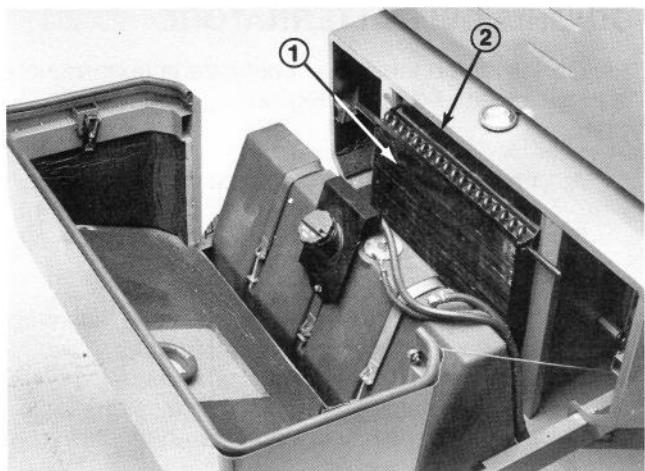

Fig. 38
- Sbloccare i dispositivi di bloccaggio all'interno del cofano posteriore, ed aprirlo (Fig. 38). Alzare il cofano con i manici del radiatore dell'olio e spostarlo indietro nella guida di montaggio. Pulire accuratamente con aria compressa ambo i lati del radiatore dell'olio, la zona circostante, ed a tergo del motore. Girare il radiatore dell'olio nella posizione iniziale e bloccare i cofani anteriore e posteriore.